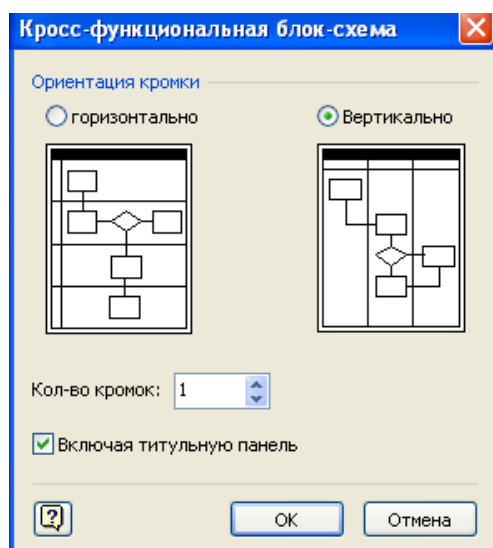

Рисунок 31 – Внешний вид окна *Кросс-функциональная блок-схема*
5. Перетащите на открытую страницу формируемой диаграммы первый субъект, который участвует в выполнении моделируемого бизнес-процесса, *Заместитель директора по коммерции*. В окне *Кросс-функциональная блок-схема* установите ориентацию кромки дорожек субъектов *Вертикально* (рисунок 31). Щелкните кнопку *ОК*.